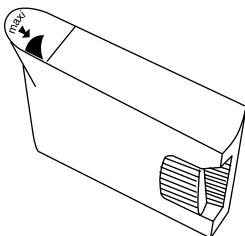

Abb. 4
- Herausnehmbarer Behälter (Abb. 4)